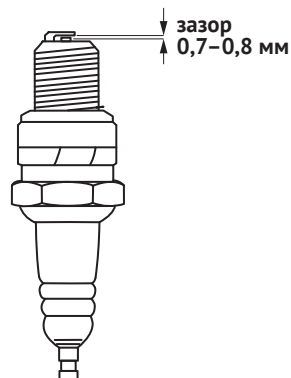

Рис. 15
3. Осмотрите свечу, очистите контакты металлической щеткой. При помощи специального щупа измерьте зазор между электродами, его величина должна составлять 0,7–0,8 мм (рис. 15). Регулируя положение отрицательного электрода, установите требуемый зазор.